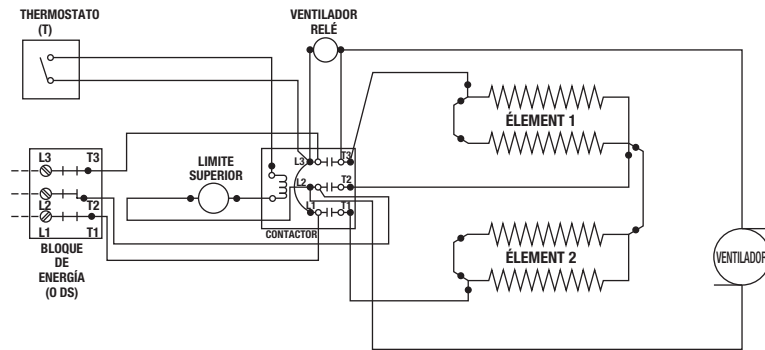

Figura 3
5. Conecte T1 y T2 (T3 para trifásico) desde el interruptor de desconexión a los terminales L1 y L2 (L3 para trifásico) en el contactor del calentador. (Ver el diagrama de cableado, Figura 3).
2. Conecte los cables blancos del calentador a los terminales "L2" y "cycle" ("ciclo") en el termostato según se muestra en el esquema eléctrico, Figura 3.